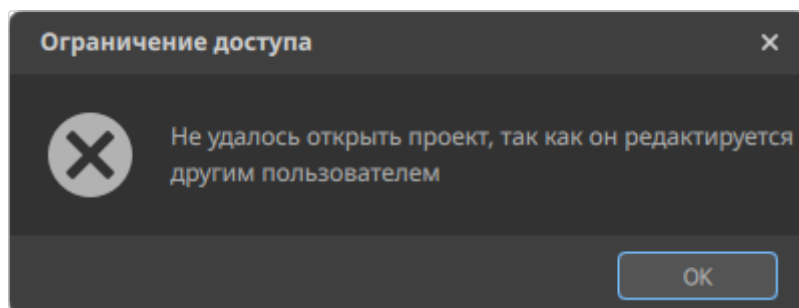

Рисунок 79. Сообщение об ошибке открытия проекта
- Значок  означает, что проект открыт другим пользователем Программы. Открытие данных проектов на момент пользования другими пользователями невозможно. При попытке открытия проекта с данным статусом отображается сообщение об ошибке (см. рисунок 79)